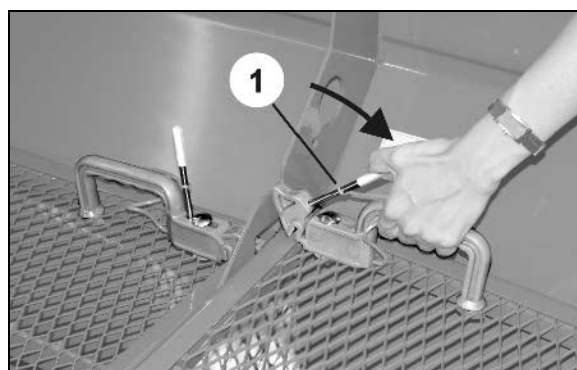

Fig. 23
(Fig. 23/1) løsnestilling for å felle opp beskyttelsesgitteret
2. Ta tak i håndtaket og dreii nøkkelverktøyet mot håndtaket (Fig. 23).